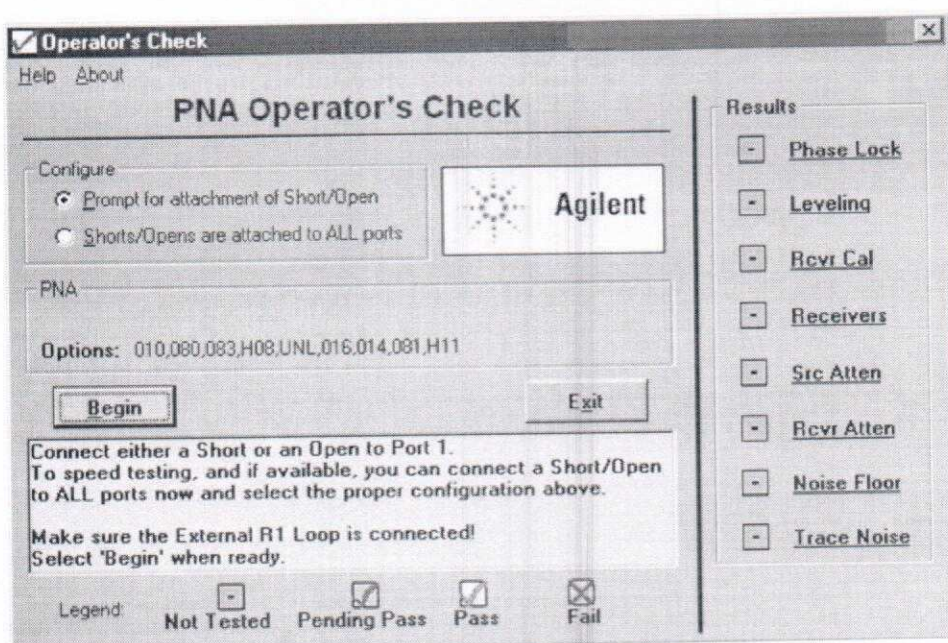

Рисунок 1 - Диалоговое окно настройки проверки работоспособности
- в окне «Operator's Check» (рисунок 1), меню «Configure», выбрать «Prompt for attachment of Short/Open», для остановки процесса для перемещения мер КЗ/ХХ на соответствующий порт или «Shorts/Opens are attached to ALL ports», для прохождения теста без остановок.